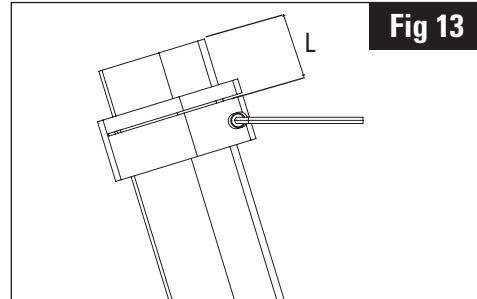

Fig 13
6. Inserire lo strumento di taglio nella posizione L e serrare la viti trasversale a 3 Nm. (Fig.13)